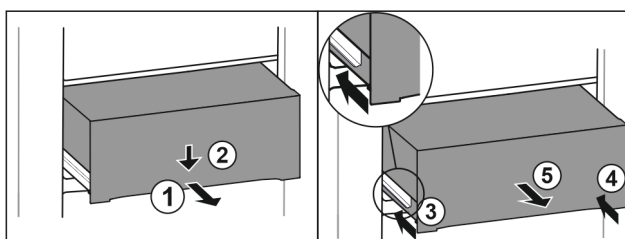

Fig. 118
- Tirer le tiroir jusqu'à mi-chemin. Fig. 118 (1)
- Appuyer sur l'avant du tiroir vers le bas. Fig. 118 (2)
- Insérer le rail gauche d'env. 2 cm. Fig. 118 (3)
- Insérer le rail droit d'env. 2 cm. Fig. 118 (4)
- Retirer le tiroir par l'avant. Fig. 118 (5)